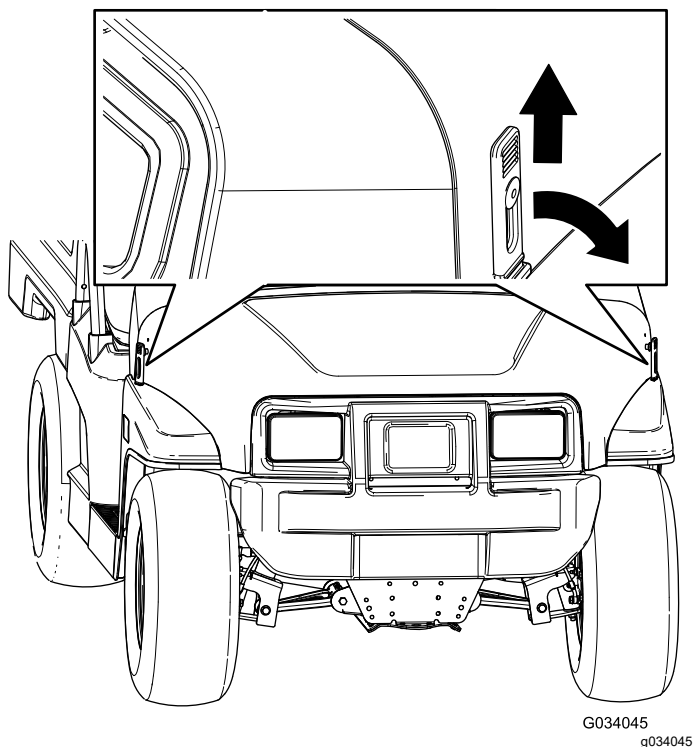

Figure 25
- Soulevez la poignée des loquets en caoutchouc de chaque côté du capot (Figure 25).
- Fixez le capot en place en alignant les loquets en caoutchouc sur les ancrages de verrouillage de chaque côté du capot (Figure 25).